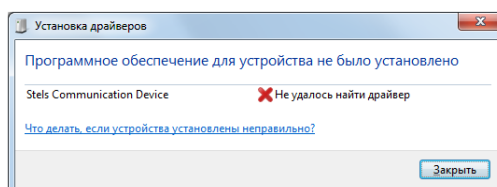

Рис. 5.4. Окно *Установка драйверов*
2. Щелкните по уведомлению левой кнопкой мыши и в открывшемся окне *Установка драйверов* нажмите кнопку *Закрыть* (рис. 5.4).